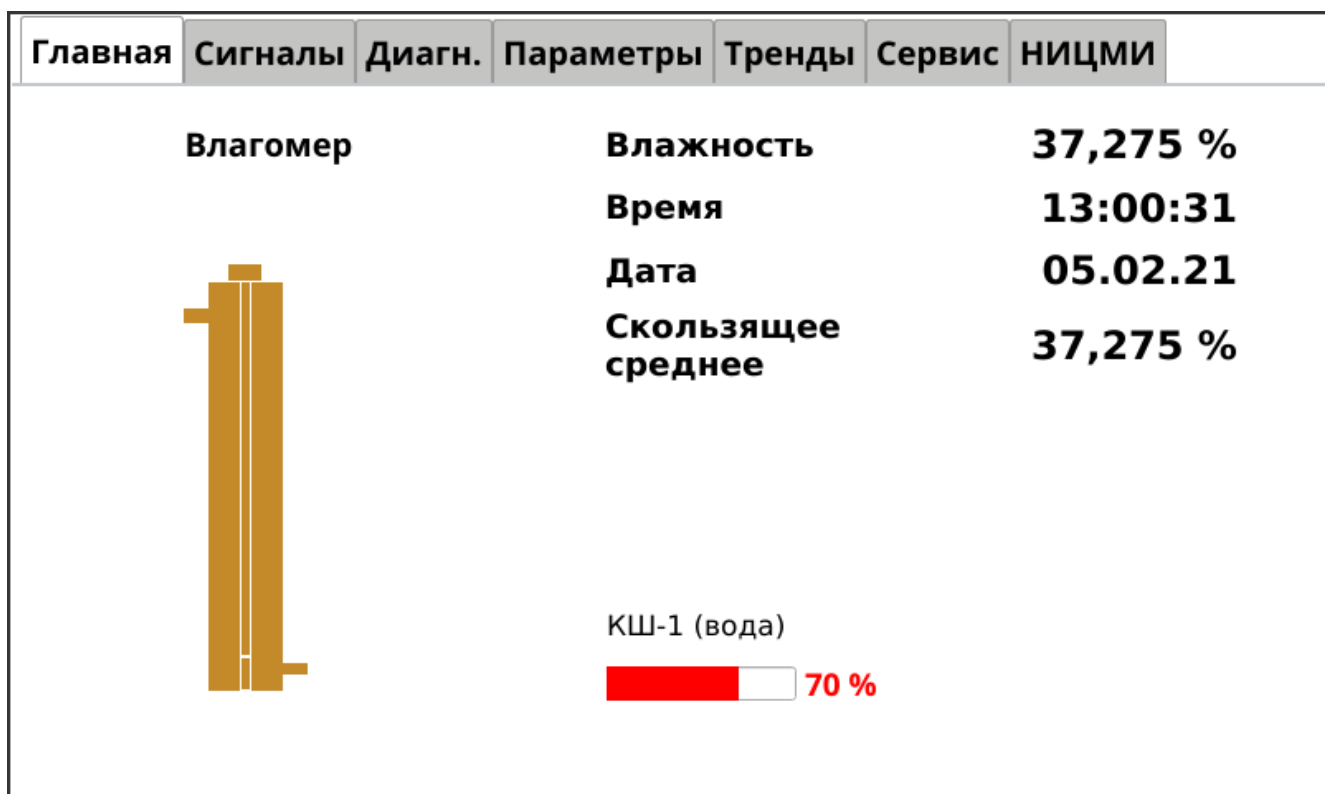

Рис. 1
2.1. Включение влагомера МПВ700 в работу оператором осуществляется путем подачи питания на датчик и включением тумблера «вкл» на корпусе контроллера УМФ700.26. После загрузки контроллера, на его мониторе появится основное окно (рис.1).
**3.1.** Включение и отключение датчика на контроллере УМФ700.26. Включение и отключение датчиков от контроллера осуществляется путем присоединения или отсоединения кабеля к разъему RS232. После подсоединения кабеля на экране монитора последовательно появятся надписи «связь с сервером», «загрузка параметров» после чего появится картинка графического интерфейса (рис.1) с результатами измерения. Если по какой либо причине связь с датчиком не установилась, на мониторе контроллера появится надпись «нет связи». После разъединения кабеля от разъема RS232 на экране контроллера высветится надпись «нет связи», а результаты измерения и графическое изображение измерительной емкости пропадут.